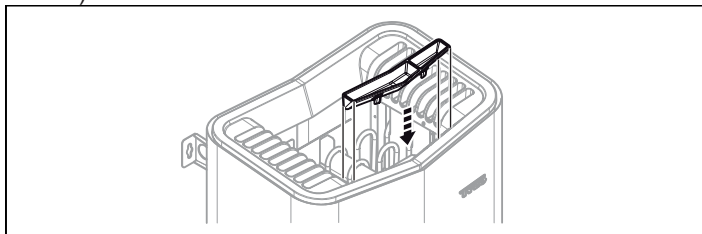

Рисунок 11: Установка контейнера для ароматизатора/увлажнителя воздуха
10. Установите чашу для трав/увлажнитель воздуха (см. рис. 11).